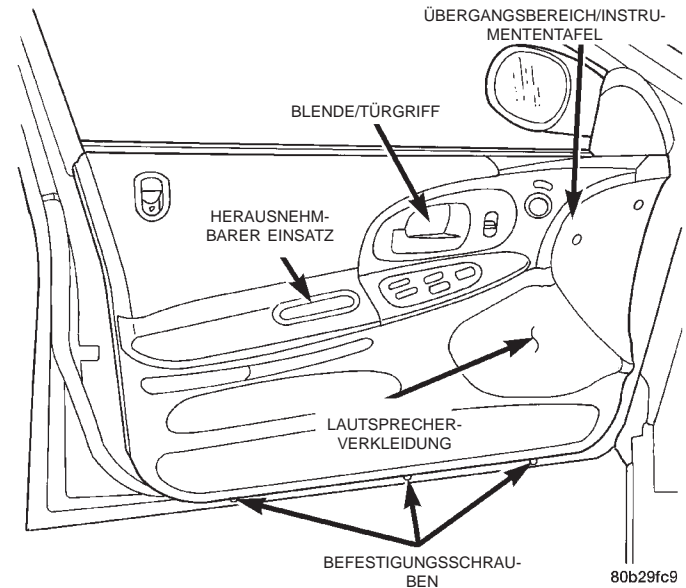
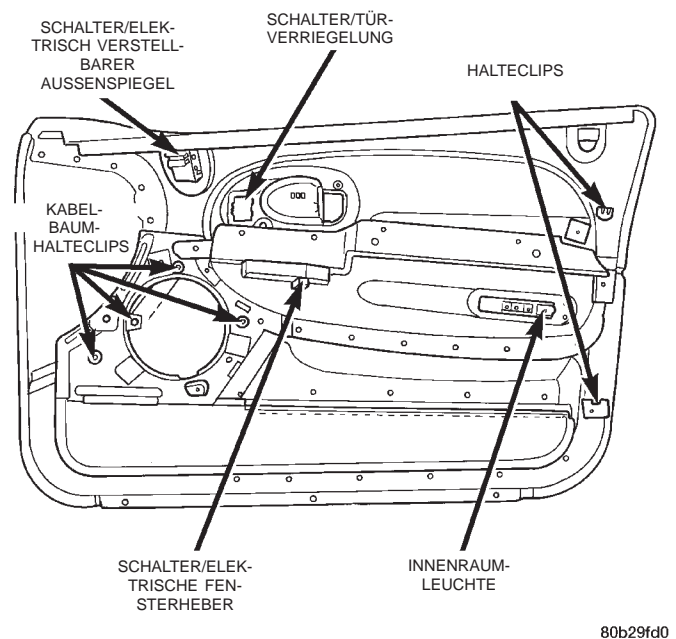

Abb. 40 Türverkleidung/Vordertür—Typisch
Abb. 41 Innere Türverkleidung/Vordertür—Typisch
(1) Lautsprecherabdeckung abbauen.
(2) Lautsprecherverkleidung abbauen. Dazu mit einem Spezialwerkzeug zum Ausbau von Verkleidungen hinten an der Lautsprecherverkleidung die Halteclips lösen, mit denen diese an der Türverkleidung befestigt ist. Lautsprecherverkleidung abnehmen (Abb. 40).
(3) Je nach Ausstattung, Verschlussstopfen aus der Blende/Türgriff lösen. Dazu ein Werkzeug mit flacher, schmaler Klinge in der Kerbe aufsetzen und Stopfen heraushebeln.
(4) Die drei Befestigungsschrauben unten an der Tür lösen.
(5) Befestigungsschrauben im herausnehmbaren Einsatz lösen.
(6) Befestigungsschraube in der Blende/Türgriff lösen.
(7) Die beiden Befestigungsschrauben im Übergangsbereich zur Instrumententafel lösen.
(8) Die drei Befestigungsschrauben im Lautsprecherbereich lösen.
(9) Mit einem Spezialwerkzeug zum Ausbau von Verkleidungen die Halteclips lösen, mit denen die Türverkleidung am Türblech befestigt ist.
(10) Türverkleidung nach oben anheben und aus der Führschienehalterung lösen. Dabei die Verkleidung fest in der Hand behalten.
(11) Verbindungsgestänge aus der Türgriffeinheit aushängen (Abb. 41).
(12) Steckverbinder vom Spiegelverstellungsschalter abziehen.
(13) Steckverbinder vom Türverriegelungsschalter abziehen.
(14) Steckverbinder vom Schalter der elektrischen Fensterheber abziehen.
(15) Steckverbinder vom Radio-Lautsprecher abziehen.
(16) Kabelbaum-Halteclips von der Türverkleidung lösen.
(17) Innenraumleuchte abklemmen.
(18) Türverkleidung aus dem Fahrzeug nehmen.